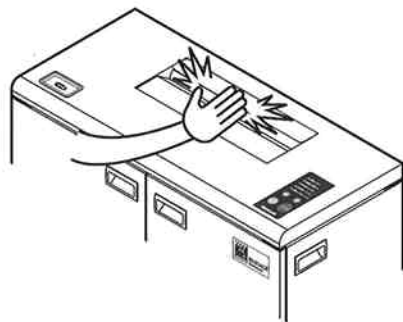

図8 緊急停止方法
- 危険が生じた場合など、緊急停止したい場合には安全停止スイッチ⑯を押ししてください。このスイッチを押すと、細断処理を中断し、停止します。 図8 参照